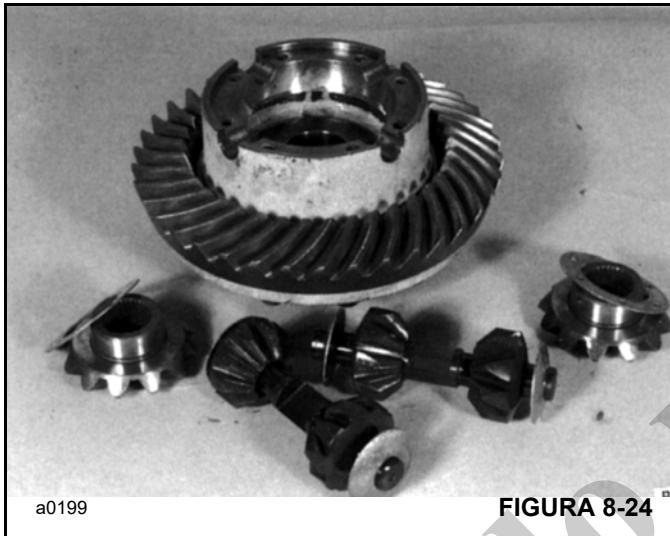

FIGURA 8-24
- c. Retire los engranajes del diferencial y las arandelas esféricas (Figura 8-24). Quite ambos conos de cojinete del diferencial.